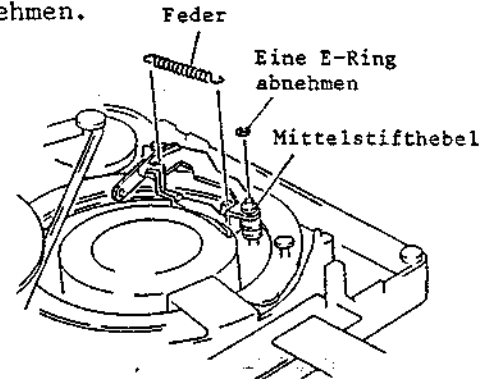

Abb. 2-85 Ausbau des Mittelstifthebels
### 3-35 Ausbau des Mittelstifthebels (Abb. 2-85)
3. Die zwischen dem Mittelstifthebel und dem Chassis angeordnete Feder abnehmen (siehe Abb. 2-85).
4. Einen (1) E-Ring, mit dem der Mittelstifthebel befestigt ist, abnehmen.
12. Den Mittelstifthebel ausbauen (siehe Abb. 2-85).